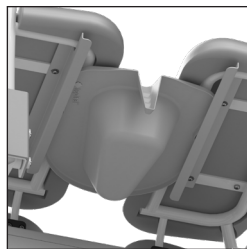

Figure 10. Bassin hygiénique.
- Le bassin ou un seau hygiénique est insérée l'arrière de la chaise (Cf. figure 10).